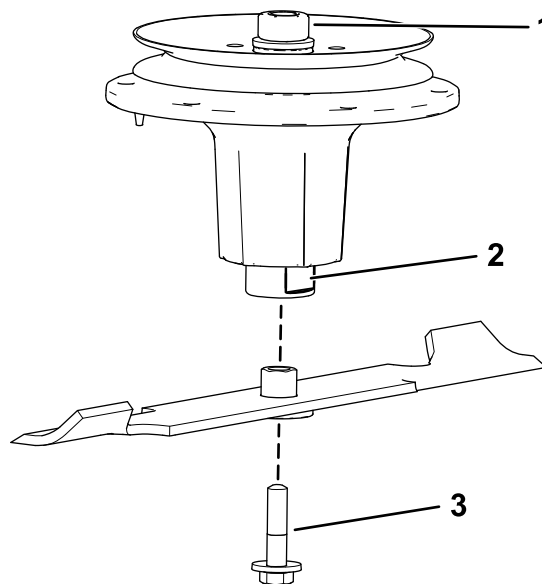

Figure 96
2. Installez l'ensemble douille et lame sur l'axe de pivot (Figure 96).